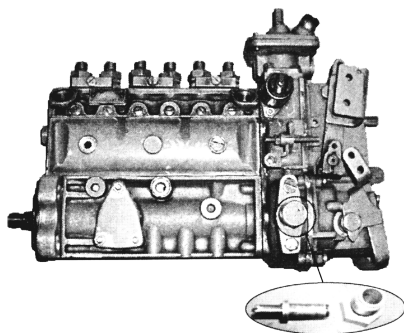

图 1-262 A 型泵正时销
2) 然后检查喷油泵上的正时销，应正好锁住喷油泵凸轮轴上的正时记号，否则应松开喷油泵与发动机齿轮室的固定螺母，转动泵体调整位置，直至喷油泵上的正时销正好锁住喷油泵凸轮轴正时记号，如图 1-262 所示。